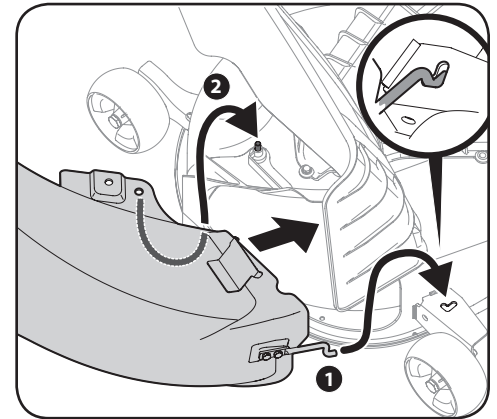

Figure 4-31
- Avant l'assemblage, décollez les autocollants adhésifs de la feuille et appliquez-les sur les faces intérieures des supports de suspension de poids gauche et droit, comme indiqué à la Figure 4-31.